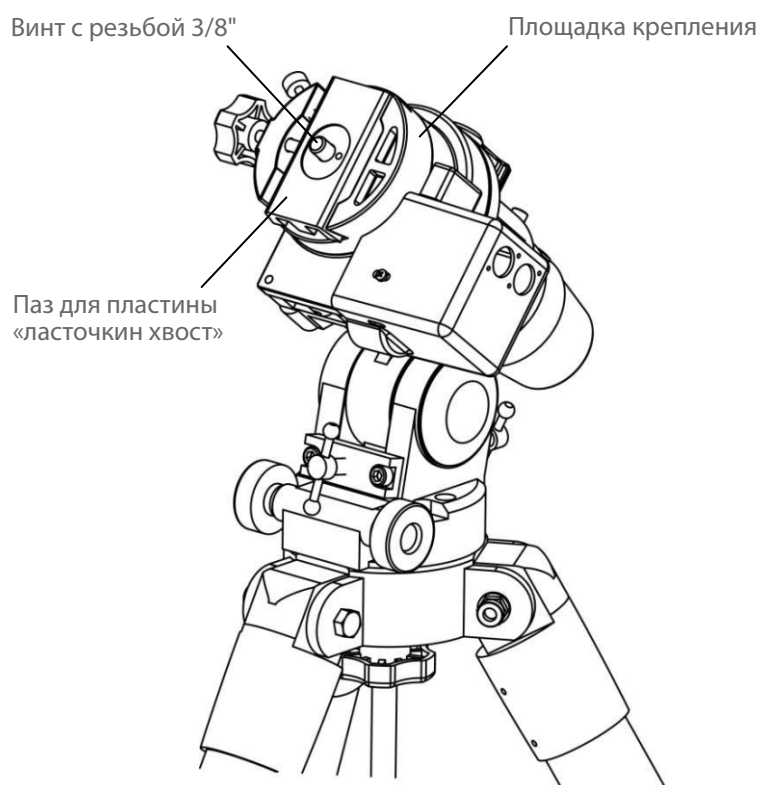

Рис. 13
1.8 Установка шарового адаптера и фотокамеры (только для модели EQM-35 PRO SynScan GOTO) (рис. 13)